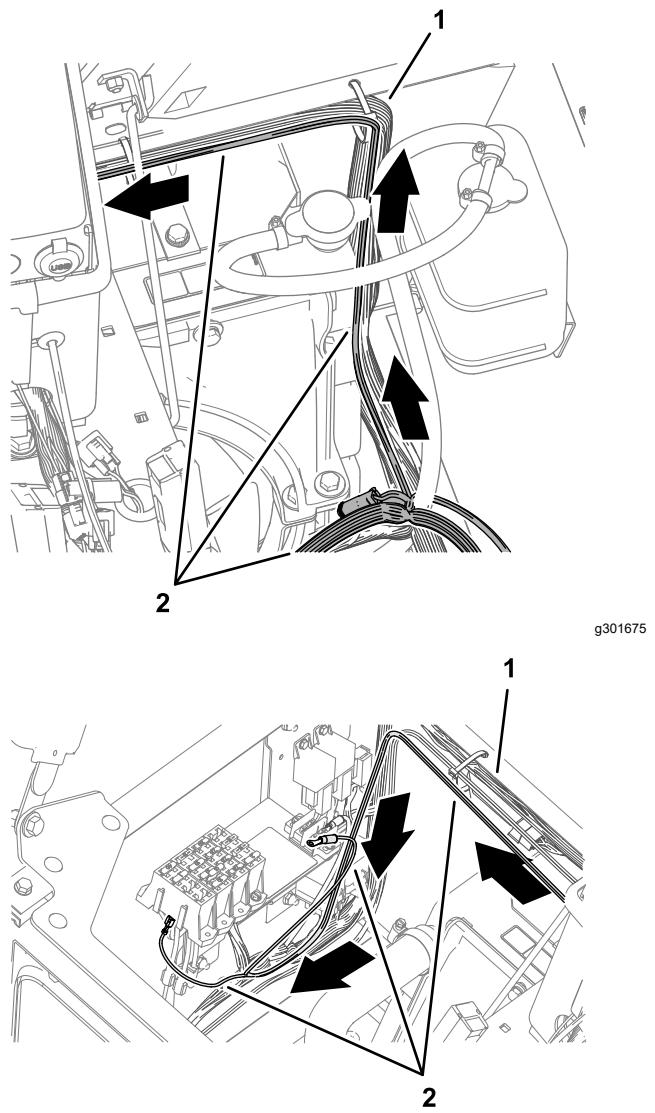

Рисунок 153
3. Проложите жгут проводов питания модема через верхнюю часть радиатора, вдоль жгута проводов машины (Рисунок 153).